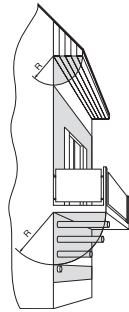

рис.20 Навесы
a) противоположное расположение, т.е. от конца вывода (границы концевой корзины) на одном фасаде к другому фасаду (рис. 20 - 22):
В пространстве непосредственно под навесами тоже можно расположить выходы, но лишь в том случае, если трубопровод удлиняется так, чтобы его горизонтальная длина от фасада доставала, по меньшей мере, до окружности, описанной от общей грани навеса и фасада с радиусом „R“ (рис. 20 - 22).